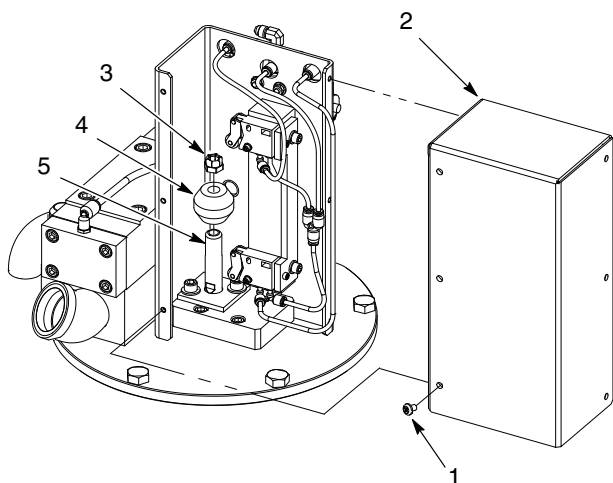
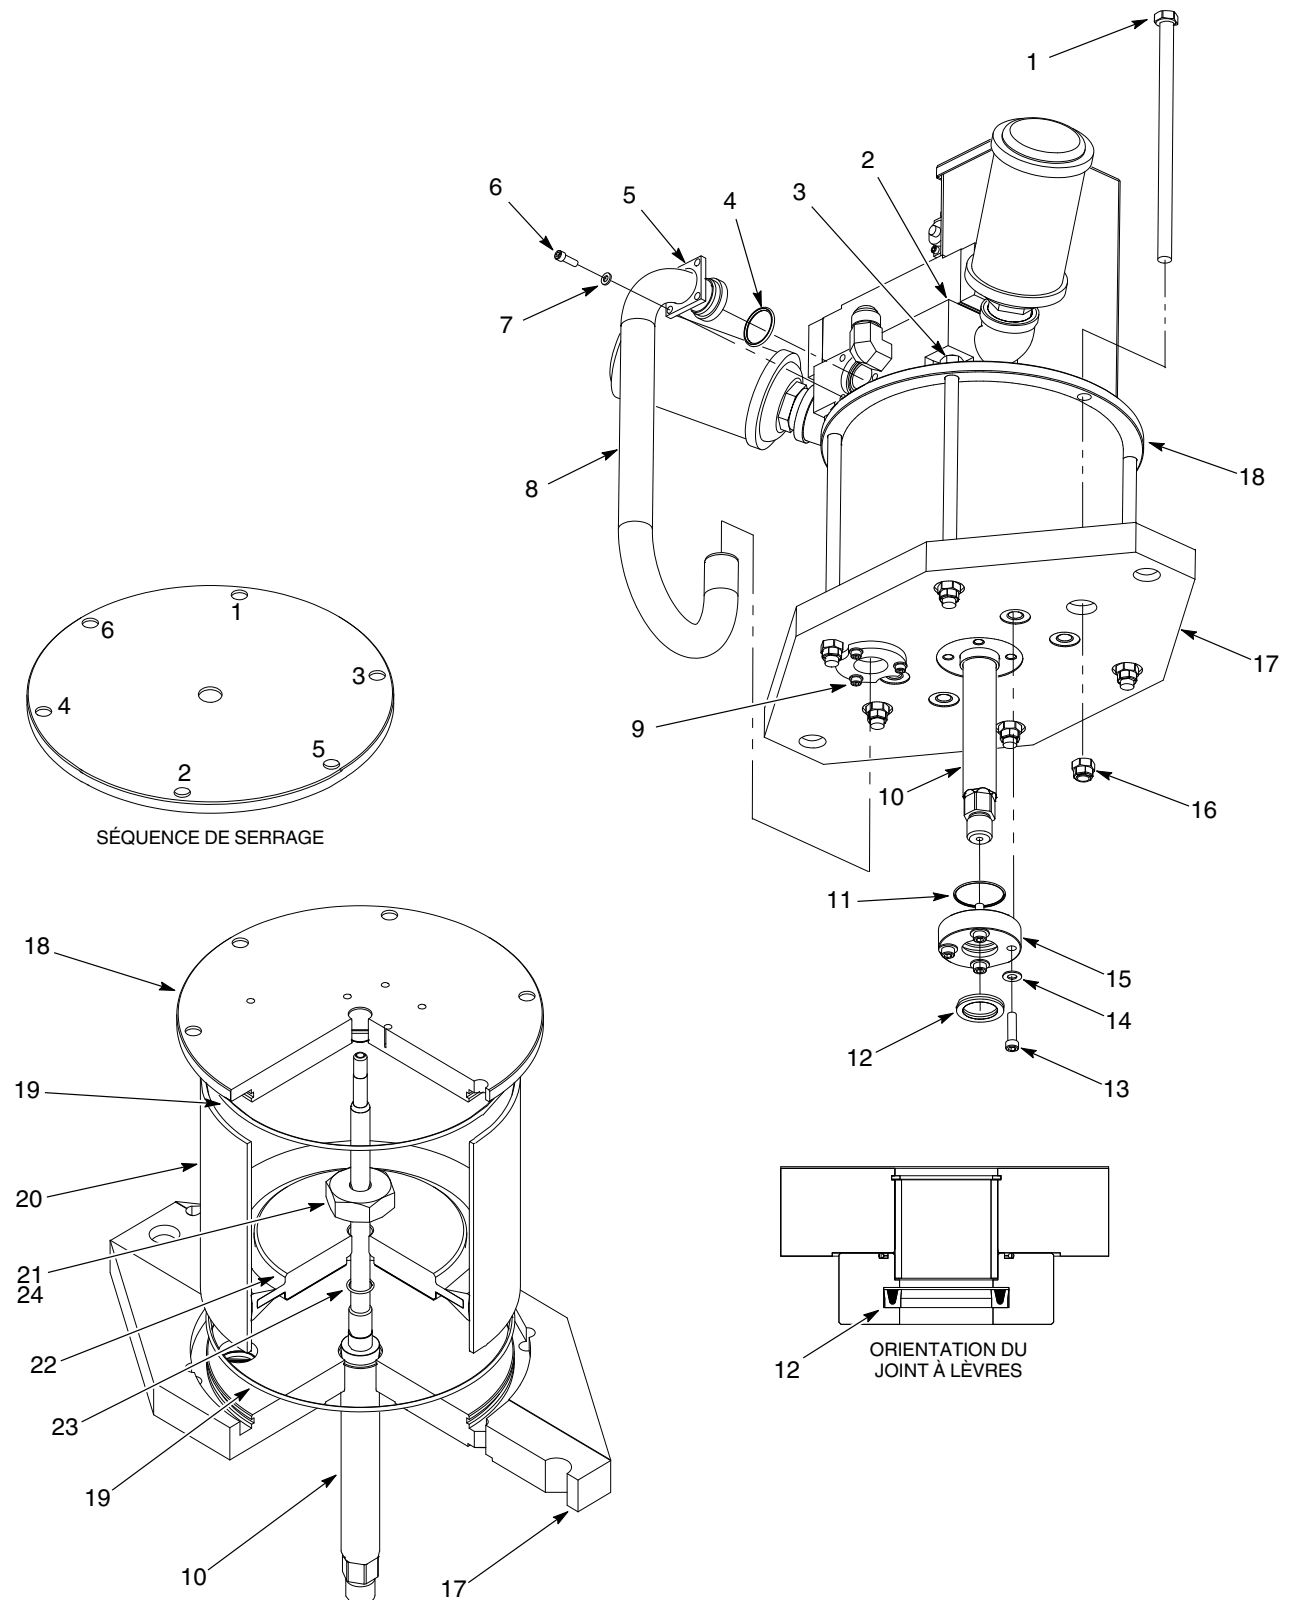

Figure 12 Dépose du capot de la barre de déclenchement
Figure 13 Remplacement du piston
1. Voir la Figure 12. Retirer les vis (1) qui fixent le capot de la barre de déclenchement (2).
2. Poser une clé sur les méplats de la tige du piston (5).
3. Retirer l'écrou (3) qui fixe la barre de déclenchement (4) à la tige du piston (5).
4. Voir la Figure 13. Retirer les vis (6) et les rondelles (7) qui fixent l'élément de retenue supérieur (5) du tube d'alimentation au distributeur d'air (2).
5. Desserrer les vis (9) de l'élément de retenue inférieur du tube d'alimentation.
6. Retirer le tube d'alimentation (8) du distributeur d'air (2) et de la plaque de base (17). Retirer le joint torique (4) du distributeur d'air (2) et le mettre au rebut.
7. Retirer les vis (13) et les rondelles (14) qui fixent l'élément de retenue de la tige du piston (15) à la plaque de base (17). Retirer le joint torique (11) et le joint à lèvres (12). Mettre le joint torique et le joint à lèvres au rebut.
8. Retirer les vis (1) et les rondelles (16) qui fixent le chapeau du moteur pneumatique (18) à la plaque de base (17). Retirer les deux écrous en maintenant les deux vis (3) sous le distributeur d'air (2) avec une clé.
9. Retirer le chapeau du moteur pneumatique (18) et le poser sur une surface plane. Retirer le joint torique (19) du chapeau du moteur pneumatique et le mettre au rebut.
10. Retirer le cylindre à air (20) et le joint torique (19) de la plaque de base (17). Mettre le joint torique au rebut. Retirer le bloc piston du cylindre à air.
11. Retirer l'écrou (21) qui fixe le piston (22) à la tige du piston (10). Retirer le joint torique (23) de la tige du piston et le mettre au rebut.
1. Voir la Figure 13. Appliquer de la graisse TFE sur les pièces suivantes :
- surface intérieure du cylindre à air (20)
- Piston (22)
- Joint à lèvres (12)
2. Monter le joint torique (23) sur la tige du piston (10).
3. Appliquer de la Loctite 242 (24) sur les filets du haut de la tige du piston (10). Monter le piston (22) sur sa tige. Poser l'écrou sur la tige du piston et serrer à 200-220 ft-lb (271-298 N•m).
4. Assembler le bloc piston et le cylindre à air (20) :
- b. Appliquer de la graisse TFE sur la tige du piston (10).
5. Poser les joints toriques (19) sur la plaque de base (17) et le chapeau du moteur pneumatique (18).
7. Monter le chapeau du moteur pneumatique (18) sur le cylindre à air (20) à l'aide des vis (1, 3). Effectuer les opérations suivantes :
- a. Monter les écrous (16) sur les vis.
8. Insérer le joint torique (11) et le joint à lèvres (12) dans l'élément de retenue de la tige du piston (15) comme illustré.
9. Monter l'élément de retenue de la tige du piston (15) sur la plaque de base (17) à l'aide des vis (13) et des rondelles (14). Serrer les vis à 22-25 ft-lb (30-33 N•m).
10. Insérer prudemment la portion inférieure du tube d'alimentation (8) à travers l'élément de retenue inférieur (9) et dans la plaque de base (17).
11. Insérer prudemment la portion supérieure du tube d'alimentation (8) dans le distributeur d'air (2).
12. Fixer l'élément de retenue supérieur (5) au distributeur d'air (2) à l'aide des vis (6) et des rondelles (7). Serrer les vis à 10-12 ft-lb (13-16 N•m).
13. Serrer les vis sur l'élément de retenue inférieur (9) à 10-12 ft-lb (13-16 N•m).
14. Voir la figure 12. Monter la barre de déclenchement (4) sur la tige du piston (5) avec l'écrou (3). Serrer fermement l'écrou.
15. Fixer le capot (2) sur le moteur pneumatique à l'aide des vis (1). Serrer fermement les vis.